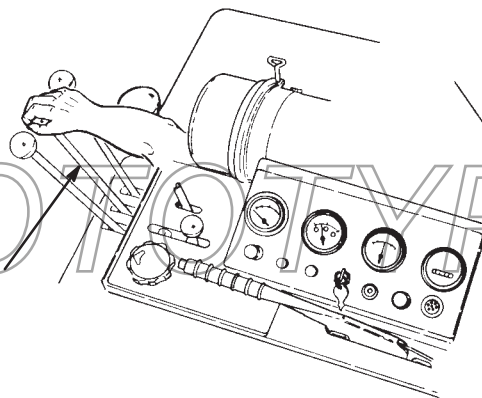

Fig. 6
2. Lägg i parkeringsbromsen, starta traktorenheten och sätt motorn på halv gas. Kom ihåg att släppa på lyftarmens låsspakar för klippenheterna nr 1, 2 och 3 och ställ in cylinderlyftreglaget för klippenheterna nr 1, 2 och 3 i den lägre positionen (fig. 6). Släpp spaken och låt den återgå till normalläge.